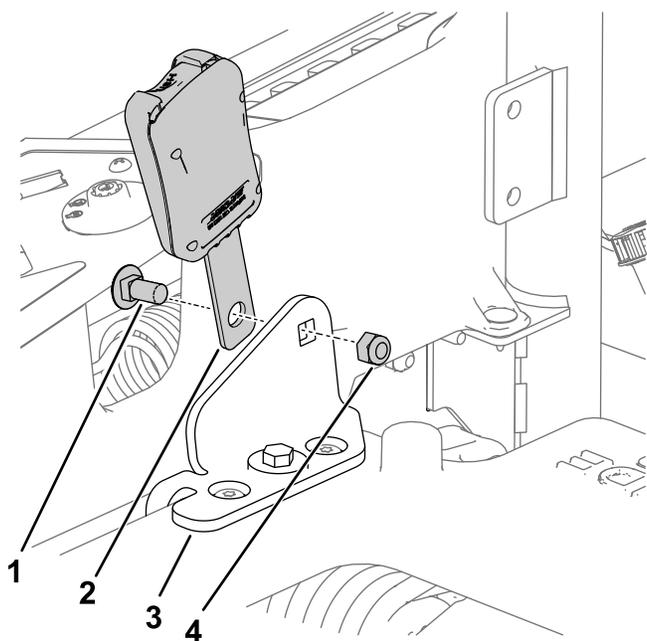

Figura 8
- Instale os conjuntos da fivela e lingueta do cinto de segurança nos suportes do cinto de segurança para o assento com 2 parafusos de carroçaria ($\frac{7}{16}$ x 1 pol.) e 2 porcas de bloqueio ($\frac{7}{16}$ pol.), conforme mostrado na Figura 8. Repita no outro lado para o conjunto da lingueta.